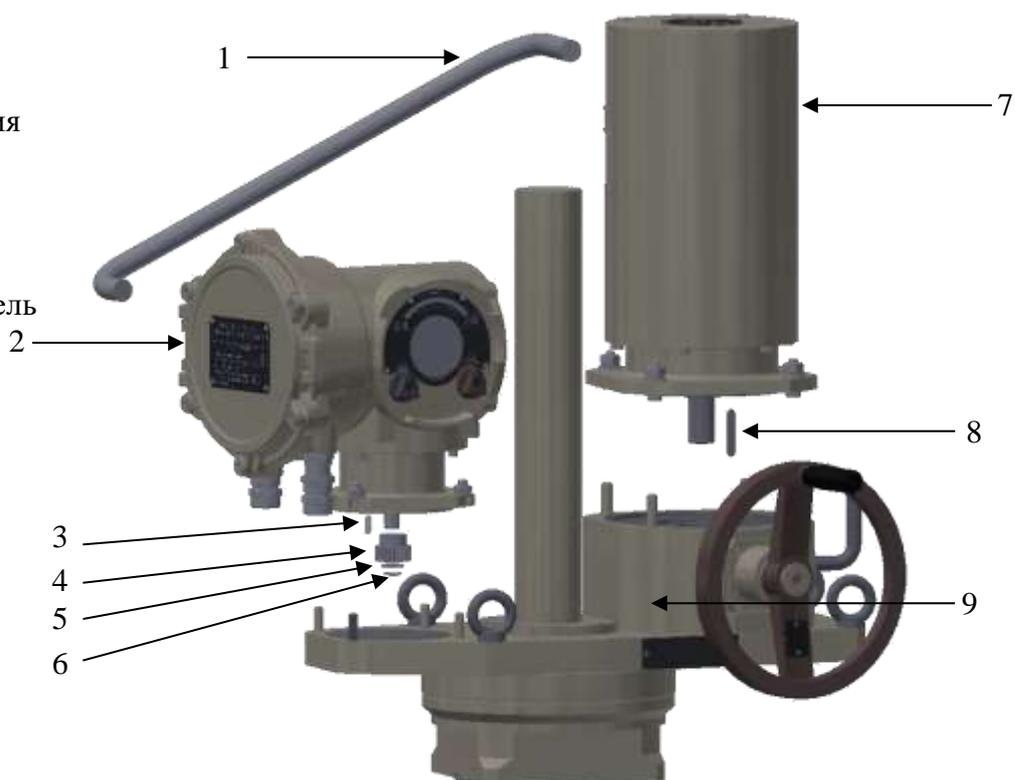

Рисунок 25 – Порядок замены редуктора
- с помощью шестерни (поз.4) Рис.25.
2) В случае стыковки с помощью шестерни (рис. 25):